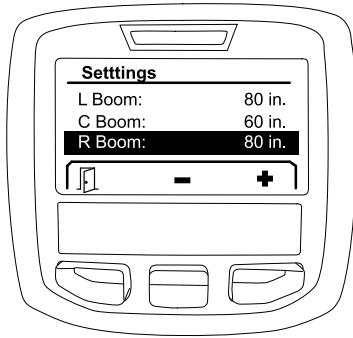

Figura 16
- Utilice el botón de selección central y el botón de selección derecho para aumentar o reducir la anchura de la sección del fumigador seleccionado (Figura 16).